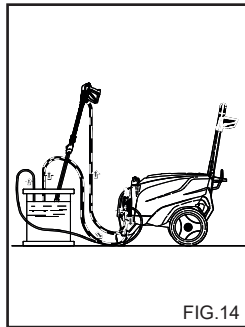

FIG.14
**OPERACIONES PARA EL USO DEL ANTIHIELO (Fig. 14)**